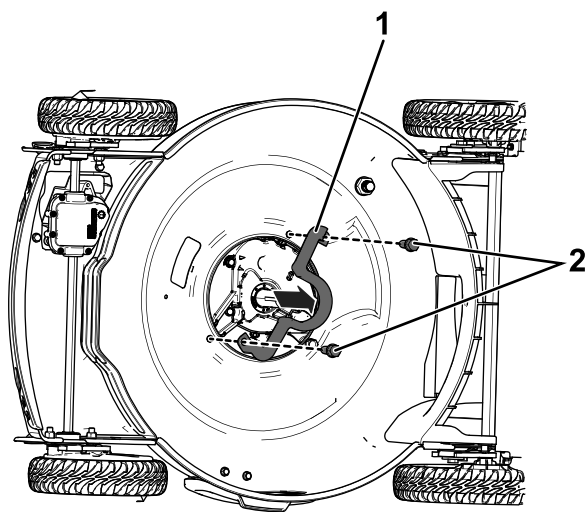

Figur 4
8. Ta bort båda remmarna från knivdriften och lyft sedan upp och spara knivdriften (**Figur 4**).